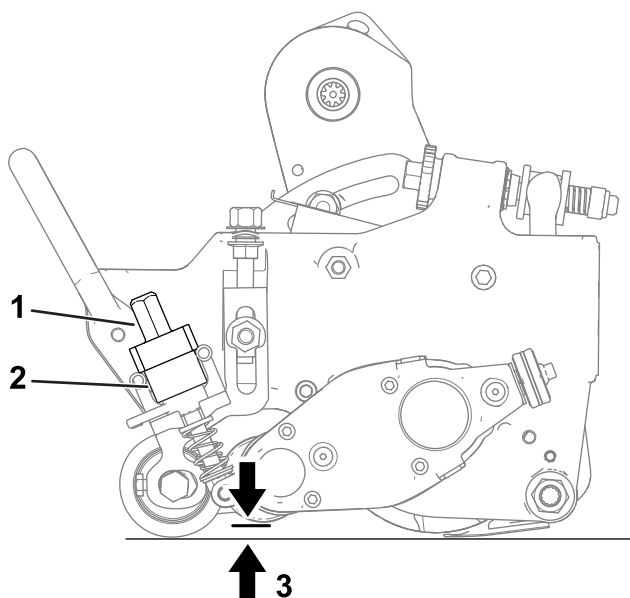

Figura 19
- A. Asigurați-vă că manetele cu aciune rapidă (Figura 19) sunt în poziția OPERARE (maneta indică spre partea frontală a unității de tăiere).
- B. La capătul cilindrului dispozitivului de finisare, măsurați distanța de la vârful poziționat cel mai jos al lamei dispozitivului de finisare la suprafața de lucru (Figura 19). Rotiți butonul de reglare a înălțimii (Figura 19) pentru a ridica sau coborîți vârful lamei dispozitivului de finisare la înălțimea dorită.